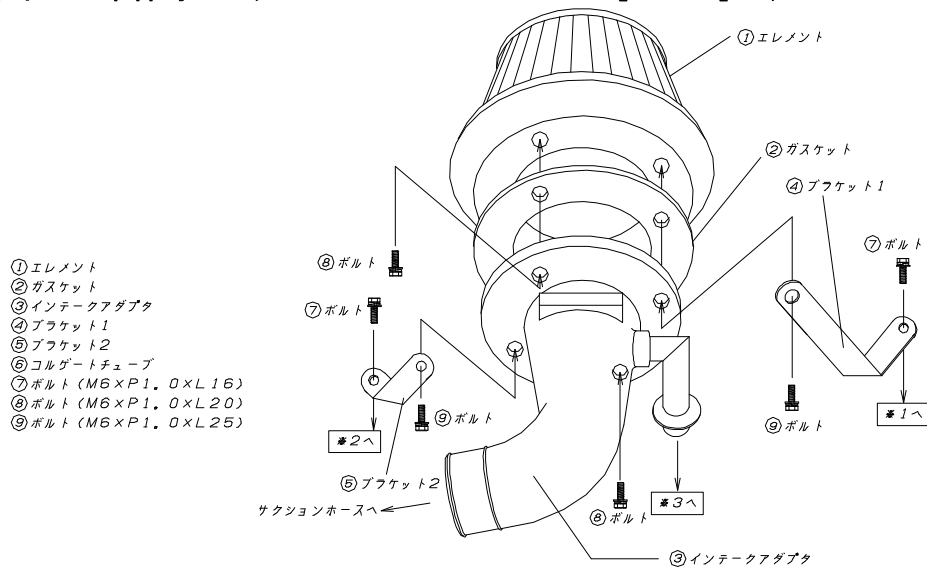

图 2
1. 取り外した純正部品の中で、(F) ホースバンドは再使用します。
2. 下図2~3を参照してPOWER INTAKEを組立ててください。この時、各ボルト・ナットは仮締めの状態にしておいてください。